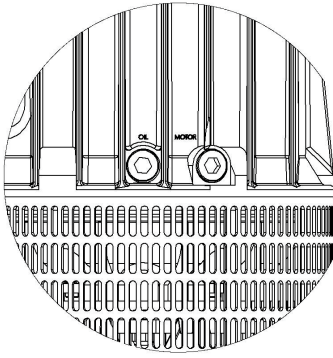

Imagen 7: Tapón de inspección del aceite y del motor (J 205)
**J 205 - J 405:** Desatornille los tapones interior y exterior de aceite (Imagen 7)